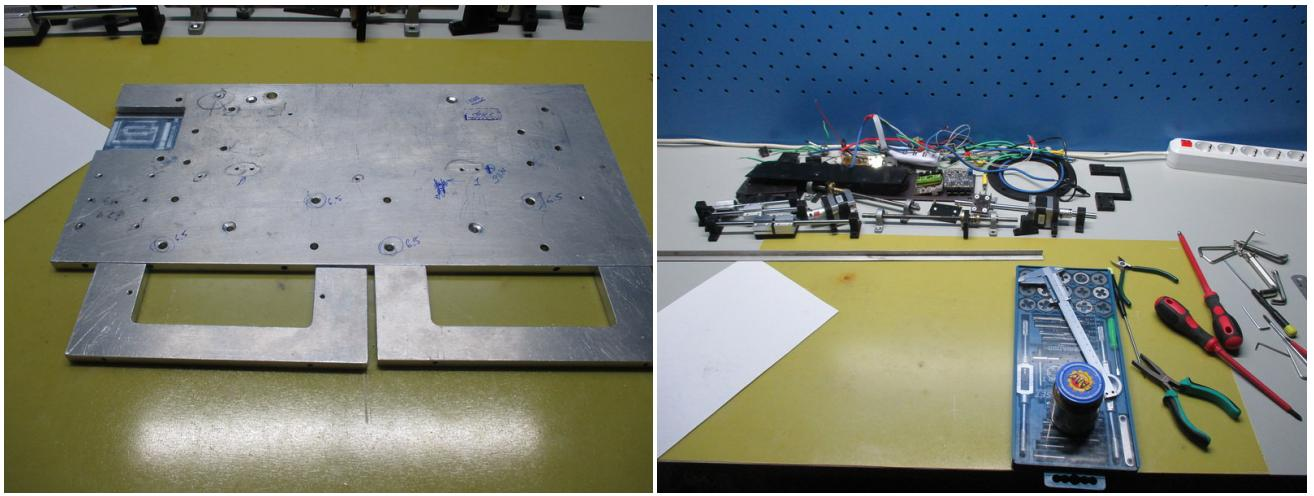

Рис. 29: Прибор в разобранном виде.
**18.** Отсоединить от панели ребра жесткости (см. рис. 29). При необходимости разобрать оставшиеся мелкие узлы прибора.